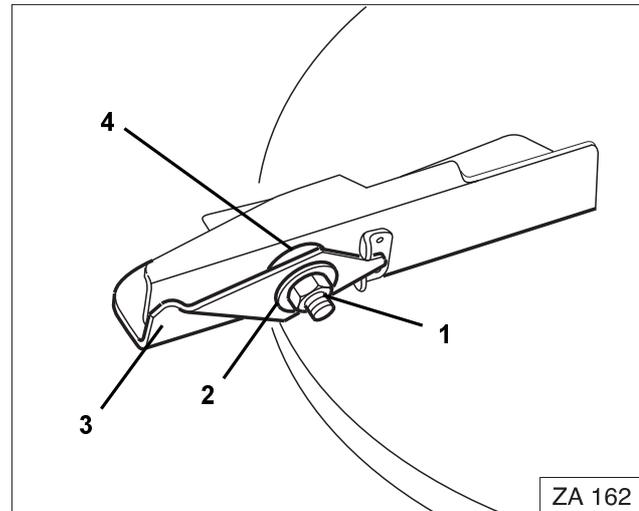

Fig. 53
- Retirar la tuerca autoblocante (Fig. 53/1).
- Retirar las arandelas de muelle (Fig. 53/2).
- Cambiar la aleta oscilante (Fig. 53/3).
- En caso necesario, sustituir la arandela de plástico (Fig. 53/4).
- Colocar las arandelas de muelle (Fig. 53/2) en sentido inverso (no amontonables).
- Apretar la tuerca de latón autoblocante (Fig. 53/1) con un par de apriete de 6 - 7 Nm, de modo que la aleta oscilante se pueda mover a mano, pero que durante el trabajo no pueda levantarse por sí misma.